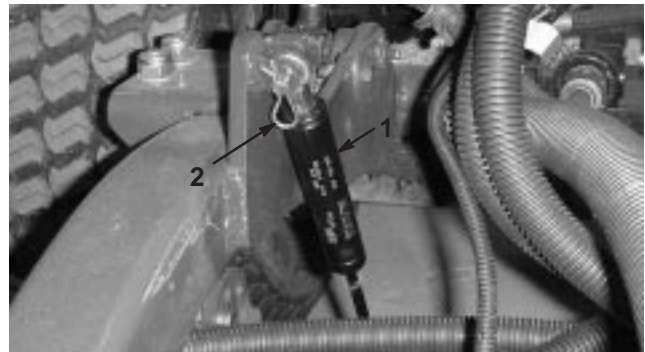

Figure 75
2. Retirez la goupille fendue qui fixe les amortisseurs aux bras de levage (Fig. 75). Faites pivoter l'amortisseur vers le carter du plateau de coupe.